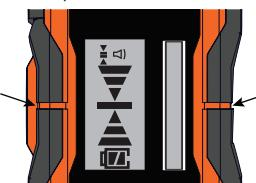

Figure 2 / Figure 2 / Figura 2
- When the laser beam is centered, mark at the side reference marker. (Figure 2)
- Lorsque le faisceau laser est centré, faire une marque au niveau du repère de référence latéral. (Figure 2)
- Cuando el haz del láser esté centrado, marque en el marcador de referencia lateral. (Figure 2)